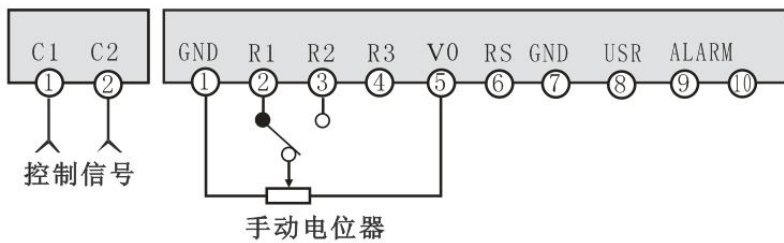

图 5: 手动带限幅功能的组合接线图
5.3.1.2 手动调整：按图 5 接线，外接 10K Ω 手动电位器。电位器的两个固定端分别接 V0、GND 端，滑动接 R1 端。调整手动电位器，负载电压调整范围为 0~100%。此时，负载电压、电流应均匀变化且三相平衡。